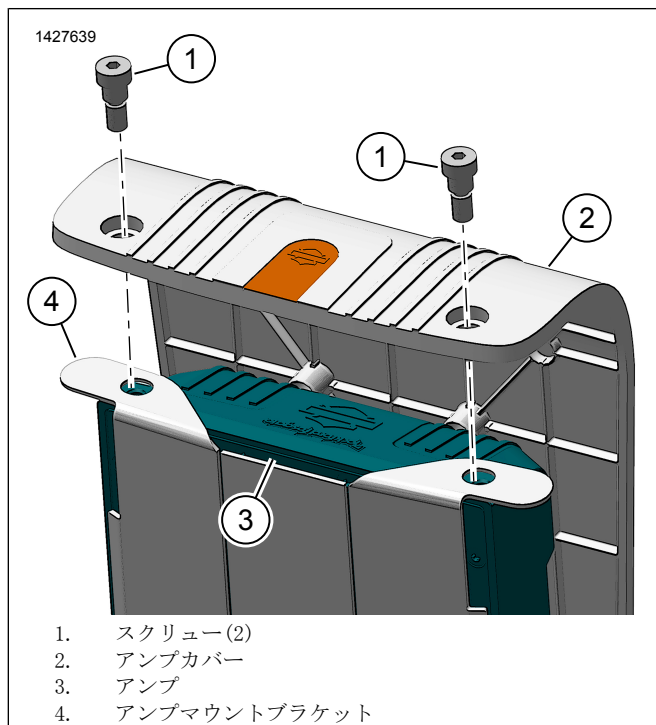

図16。アンプカバー
9. 図16を参照してください。スクリュー(1)を取り付けます。締め付ける。